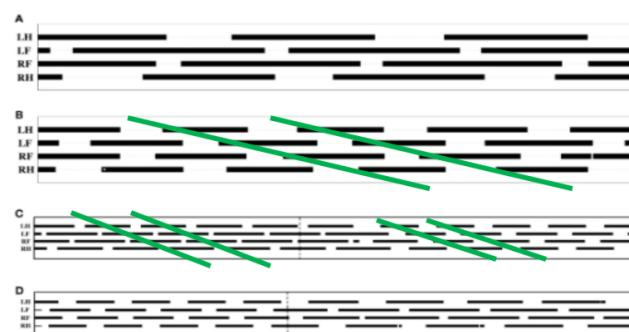

Abbildung 62: Zyklen
3. **Zyklisches Laufmuster:** Ist ein wiederkehrendes Muster erkennbar? (vgl. Abbildung 62)